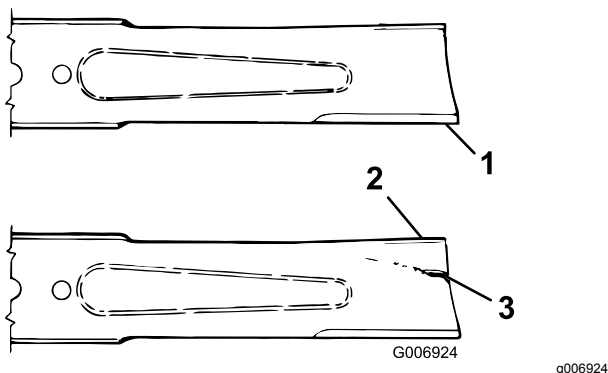

Figura 84
3. Examine cuidadosamente los extremos de corte de la cuchilla, sobre todo en el punto de reunión entre la parte plana y la parte curva de la cuchilla (Figura 84).
4. Si se aprecia desgaste (Figura 84), cambie la cuchilla; consulte Retirada e instalación de una cuchilla (página 64).